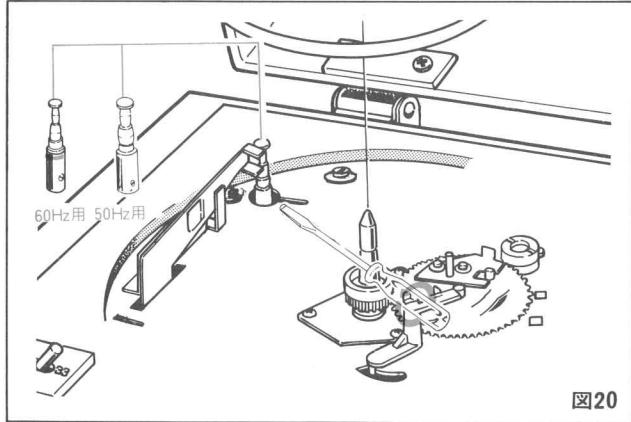

図20
- ①ターンテーブルを外し図20のようにモータープーリー側面のネジをゆるめて上に引張り外します。
- ②新しい交換用モータープーリー(60Hz用には溝が刻んであります)をはめます。
- ③ベルト切換ガイドを33回転の状態にした時、ベルトがベルト切換ガイドに触れない位置にプーリーを固定します。(図20)